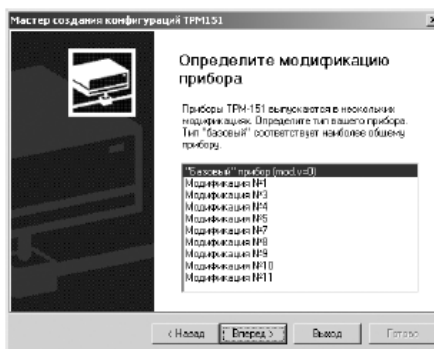

Рисунок 10.2
**Если модификация успешно считана**, на экране сразу появится окно с приглашением выбрать уровень доступа (см. рисунок 10.2).